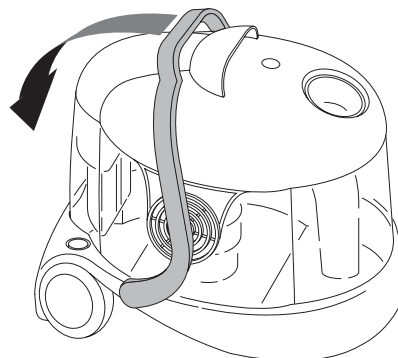

fig. 1
- Duw het handvat dat het deksel **Q** blokkeert helemaal naar beneden (fig. 1).